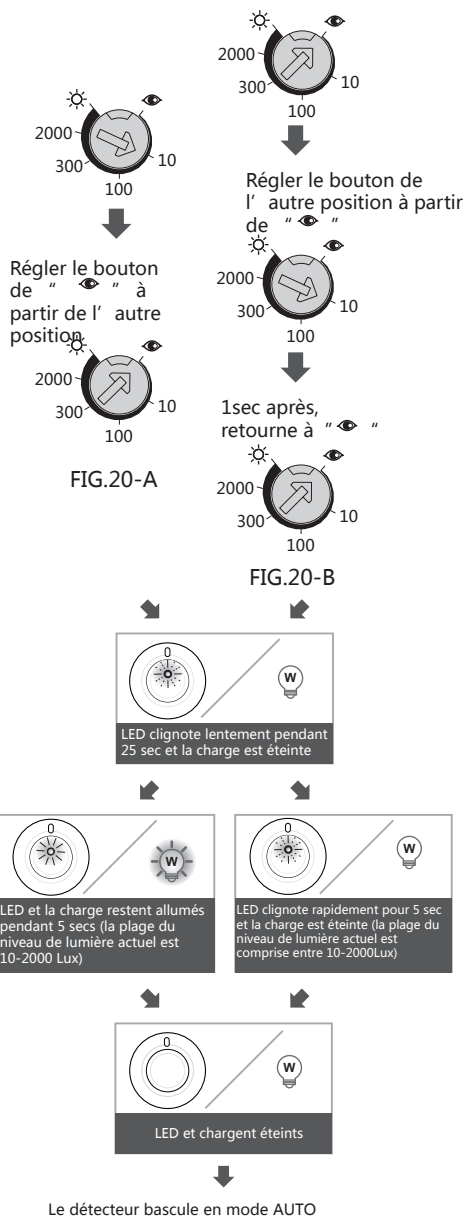

FIG.20-C
- Régler le bouton à " 👁 " lorsque le niveau de lumière ambiante correspond à la valeur désirée (Voir FIG.20-A)
- Lorsque le bouton est défini sur " 👁 " Il doit être ajusté à une autre position pendant plus de 1 sec, ensuite retourne à " 👁 " (Voir FIG.20-B)
- La charge est éteinte. LED commence à clignoter doucement pour indiquer l' entrée dans le mode d' apprentissage. L' apprentissage sera terminé au bout de 25 secondes. Ensuite, LED et la charge restent allumés pendant 5 sec et LED clignote rapidement pendant 5 sec et la charge s' éteint pour confirmer le succès de l' apprentissage (Voir FIG.20-C)